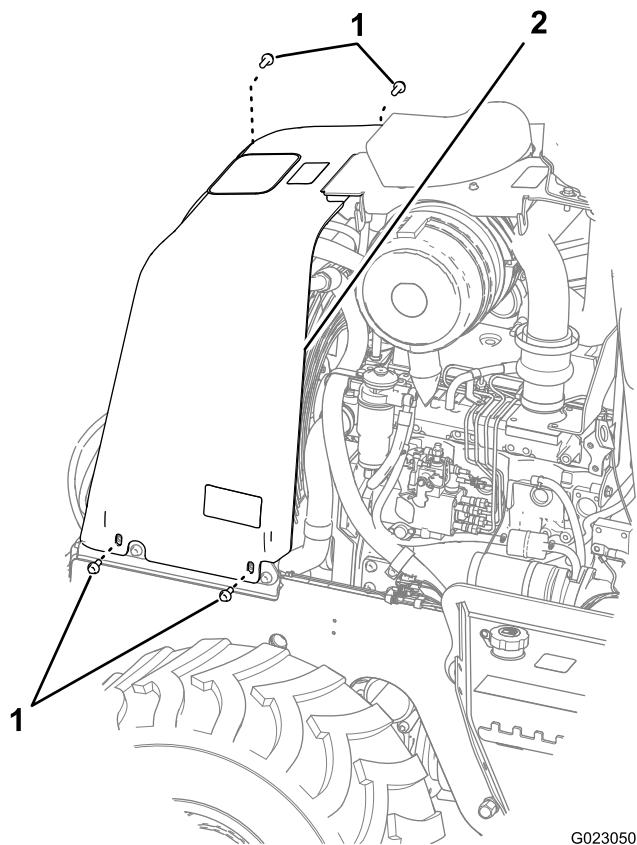

Figure 39
- Retirez les 4 boulons à la partie inférieure du capot avant côtés gauche et droit (Figure 39).